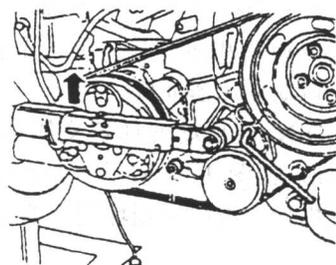

图 1.16 安装压缩机多楔带
(1) 拆卸前, 应在多楔皮带上做出旋转方向标志, 以确保皮带安装正确。如果皮带安装方向错误, 可能导致皮带断裂。
(2) 松开空调压缩机多楔皮带张紧轮螺栓, 拆下多楔皮带。
(3) 安装多楔皮带时, 应注意皮带轮的正确位置。在皮带轮上套装发电机、动力转向泵和风扇多楔带。将多楔带套在风扇上, 应用 $45\text{N}\cdot\text{m}$ 的拧紧力矩固定风扇。
(4) 安装空调压缩机多楔带, 如图 1.16 所示, 用扭力扳手拧紧张紧轮固定螺栓, 拧紧力矩为 $25\text{N}\cdot\text{m}$ 。